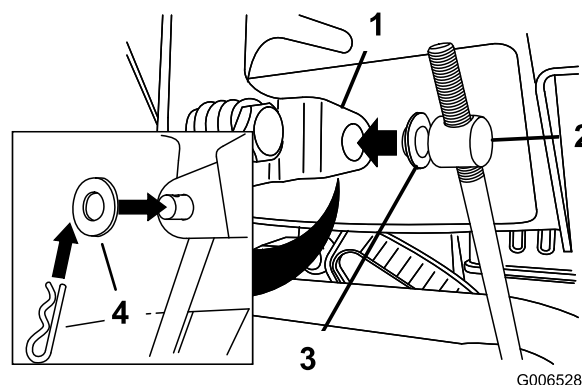

Figure 3
5. Retirez la goupille fendue et la rondelle extérieure du tourillon à l'extrémité supérieure de la tige de commande de vitesse (Figure 3).
Remarque: N'enlevez pas la rondelle intérieure (Figure 3).
8. Soulevez la tige de commande de vitesse et insérez le tourillon dans le trou du sélecteur de vitesses situé sous le panneau de commande (Figure 3).